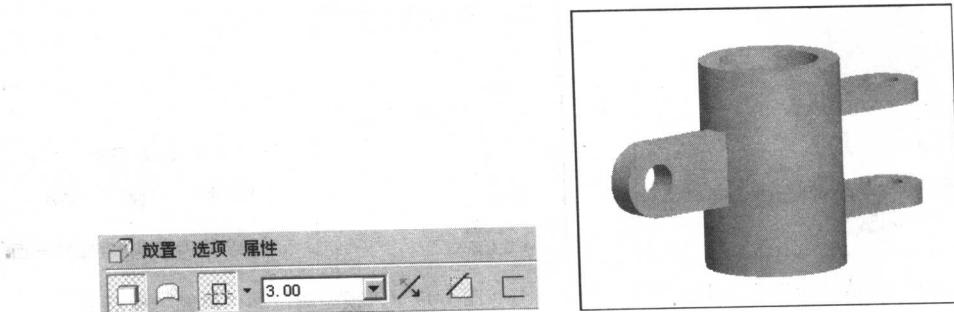

图 1-20 “拉伸”操控板和拉伸 3 效果
(20) 使用前面拉伸的方法，对所绘草图进行拉伸设置，在“拉伸”操控板中单击右侧的下拉按钮，然后选择“对称拉伸”按钮，并输入拉伸深度值，然后在“拉伸”操控板右侧单击“确定”按钮，生成拉伸 3 效果，如图 1-20 所示。